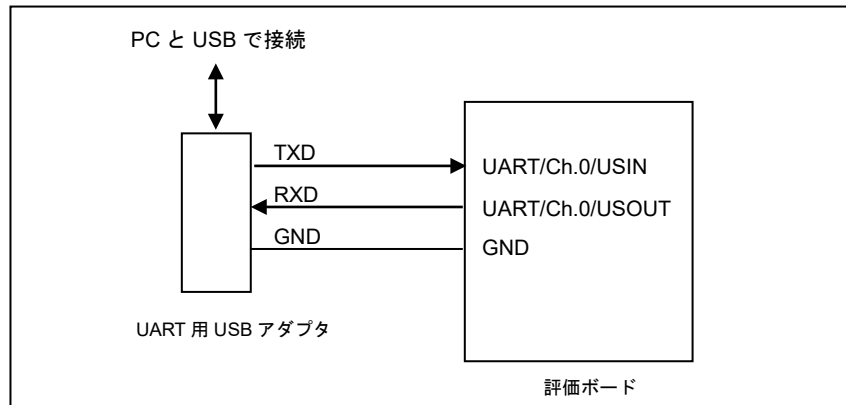

図3.1.3.1 評価ボードとUART用USBアダプタとの結線
UART を使用する周辺回路サンプルソフトウェアでは、UART 用 USB アダプタを使用します。UART 用 USB アダプタを使用して評価ボードと PC を接続することで、PC と UART 通信が可能になります。図 3.1.3.1 に UART 用 USB アダプタと評価ボードの接続を示します。評価ボードとの接続については、“S5U1C31xxxTx マニュアル” を参照してください。
- 図 3.1.3.1 で使用している UART 用 USB アダプタは市販の製品であり、弊社より提供されません。必要に応じて用意して下さい。